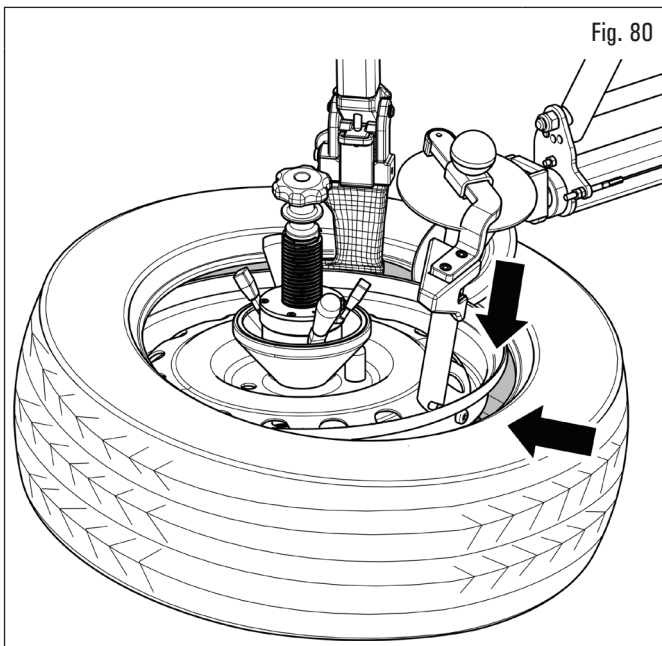
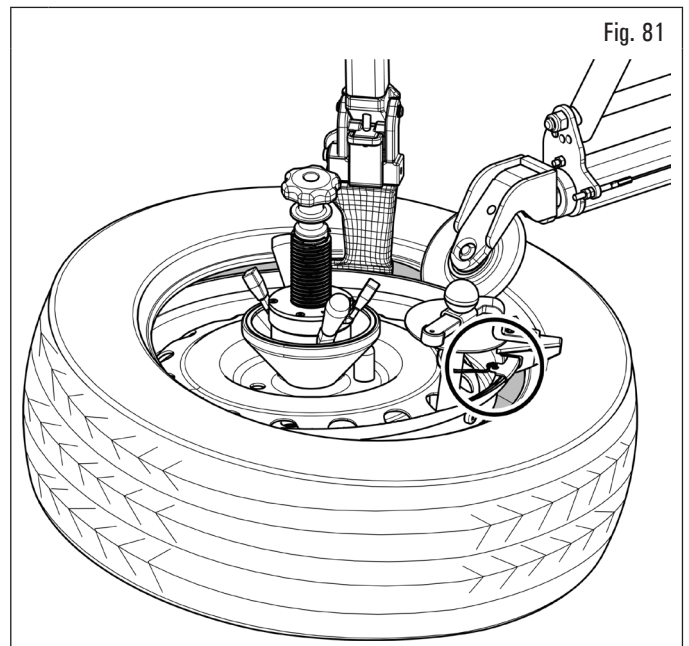

Fig. 80
Fig. 81
6. introducir el empujatalón con arrastrador exactamente en correspondencia con la válvula (véase Fig. 80). Coloque el protector talón en el borde de la llanta en correspondencia con el arrastrador como se muestra en Fig. 81;